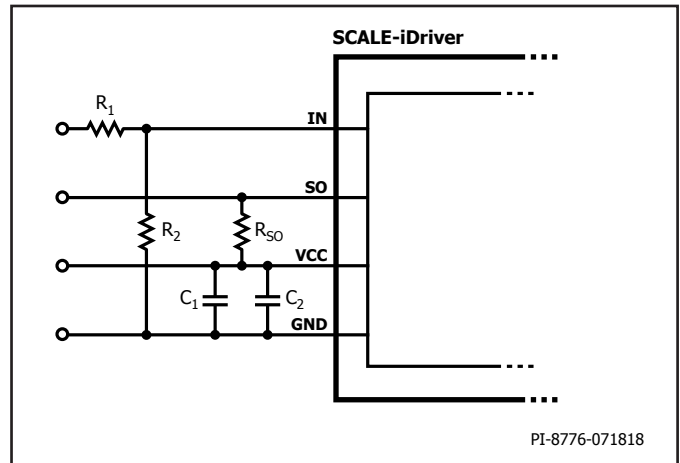
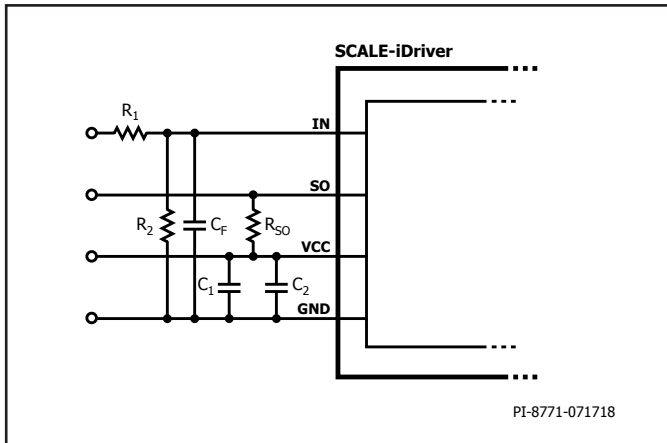

図 6. IN ロジックレベルが上昇した場合の推奨回路
図 7. 一次側回路例
コントローラと SCALE-iDriver の物理的な距離が長い場合は、ラインドライバを追加したり、ロジックレベルを 15 V に上げることを推奨します。15 V のロジックレベルでは、図 6 に示す抵抗分割回路の使用を推奨します。このソリューションはロジックレベルを必要に応じて調整でき、ドライバのノイズ耐性を向上させることもできます。
15 V 入力ロジックを使用している場合は、入りに図 6 の回路を使用することを推奨します。 R_1 と R_2 は、IN ピンで 5 V 信号を取得する電圧分回路を表します。追加フィルタリングが必要な場合は、図 7 に示すように、コンデンサ C_F を R_2 と並列に配置します。時定数 τ は方程式 (1) で計算できます。IN ピンで直接 5 V のロジックが使用されている場合は、 R_2 を省略して、 R_1 を 100 Ω まで下げることができます。